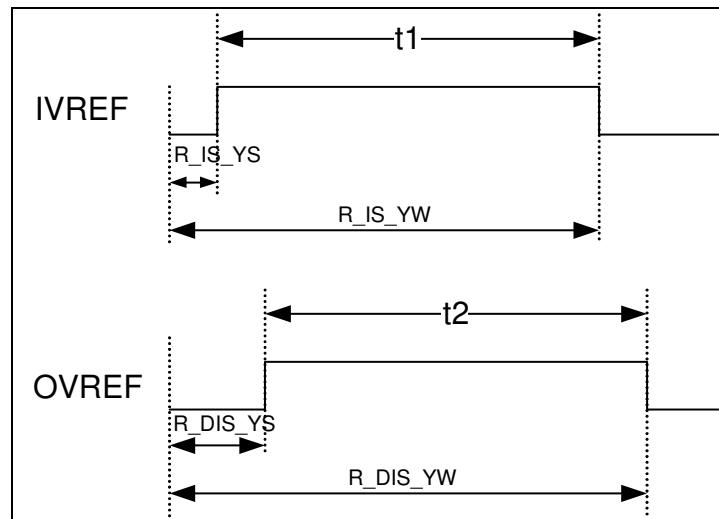

Figure 6-22 Timing Adjustment VREF Information
1. IVREF (t1) 總長度與 OVREF (t2) 相近且小於 OVREF (t2) (參考 Figure 6-22)。